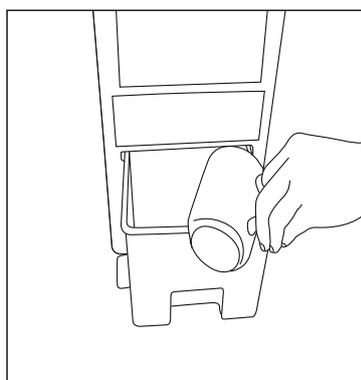

РИС. 2
4. Потяните бачок для воды и вытащите его наружу около 10 см, до стопорного штифта. Затем налейте воду (рис.2) и установите бачок на место.